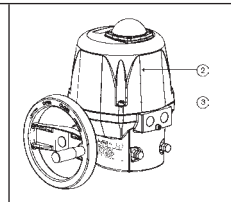

Bild 9: Haube
- Haube 2 durch Lösen der vier Befestigungsschrauben 3 entfernen (siehe „Bild 9: Haube Demontage“).